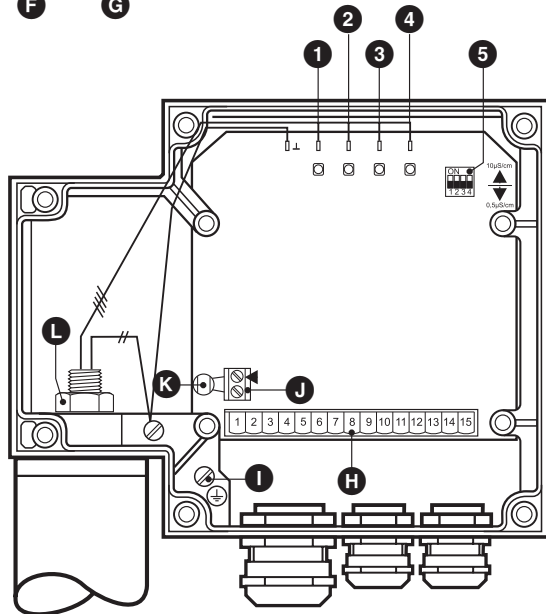

Fig. 7
3. Schraube **L** mit 17er Maulschlüssel lösen. Nicht abschrauben! **Fig. 7**